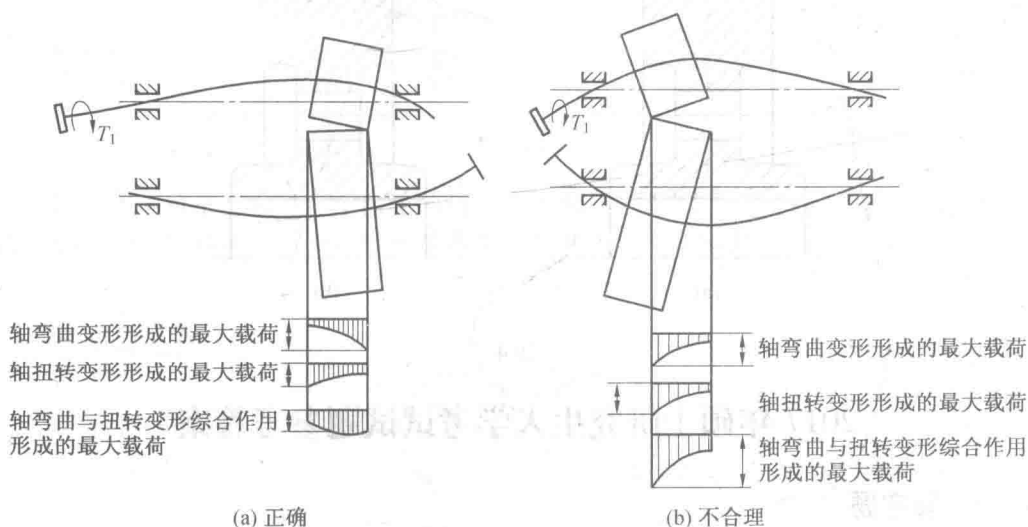

图 5
3. 答 远离输入和输出端布置传动件, 可以利用轴的弯曲和扭转变形的综合作用, 改善啮合区载荷分布不均匀现象。如果不这样, 就会增大啮合区载荷分布不均匀程度。如图 5(a) 和图 5(b) 所示。